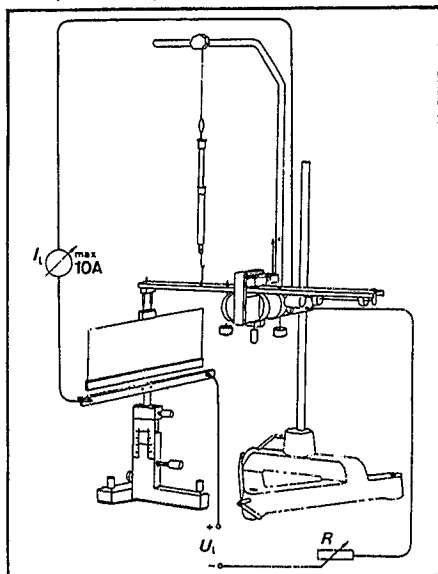

Fig. 8 Montage pour la mesure des forces en présence entre des conducteurs parcourus par un courant (définition électrodynamique de la loi d'Ampère)
Serrer les éprouvettes (par ex. ③④ ou ③⑤ ou ④⑩) avec la goupille de fixation dans le trou récepteur du bloc de serrage ⑩. Equilibrer le support avec les vis de niveau ⑳ pour que le bloc de serrage puisse se déplacer verticalement en tournant la vis de réglage en hauteur ⑮ c. à d. pour que le conducteur en aluminium, fixé et disposé parallèlement au conducteur fixé sur la balance, puisse se déplacer verticalement (cf. fig. 8).
Selon l'expérience, un conducteur, de 516 33 ou 516 37, avec fiches pour la balance électrodynamique (paire de prises ③④) est fixé avec une goupille sur le support réglable en hauteur (cf. fig. 8 à 12).